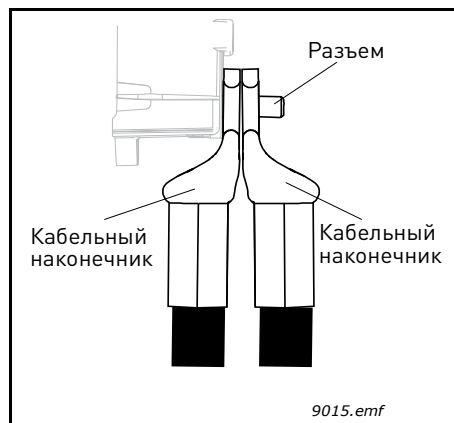

Рис. 35. Расположение кабельных наконечников друг над другом
- **ПРИМЕЧАНИЕ.** Если в одном разъеме используется несколько кабелей, следите за тем, чтобы кабельные наконечники располагались друг над другом. См. Рис. 35 ниже.